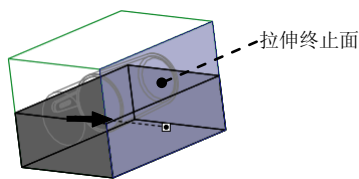

图 7.35 拉伸终止面
(3) 定义深度类型。在操控板中选取深度类型 (到选定的),选择图 7.35 所示的平面为拉伸终止面。